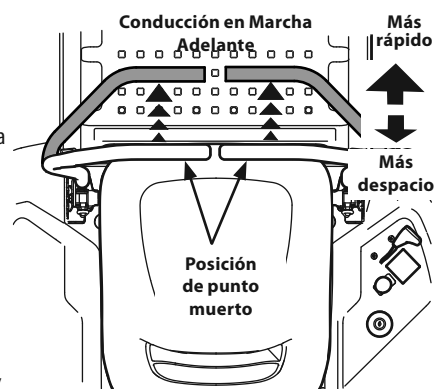

Figura 25
1. Mueva las palancas de control de la transmisión de forma lenta y pareja hacia adelante. El tractor comenzará a desplazarse hacia adelante. Consulte la Figura 25.